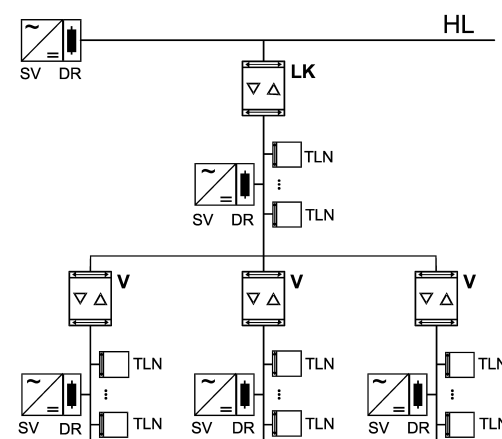

Figura 3: utilizzo come accoppiatore di linea (LK) e amplificatore (V)
Preparazione e ripetizione di telegrammi su una linea, nessuna funzione di filtro. Divisione di una linea in max. 4 segmenti di linea indipendenti => max. 3 amplificatori di linea collegati in parallelo per linea (Figura 3). Ciascun segmento di linea richiede un'alimentazione separata (SV) inclusa l'induttanza (DR).